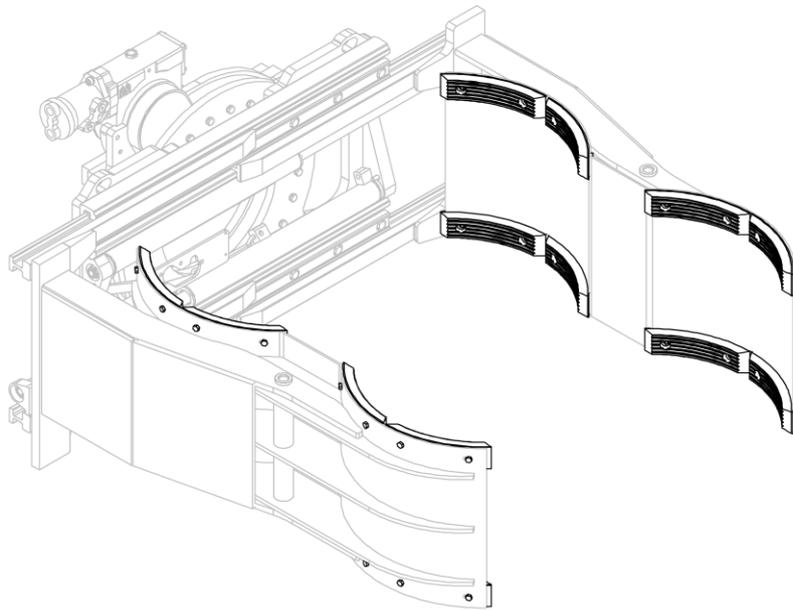
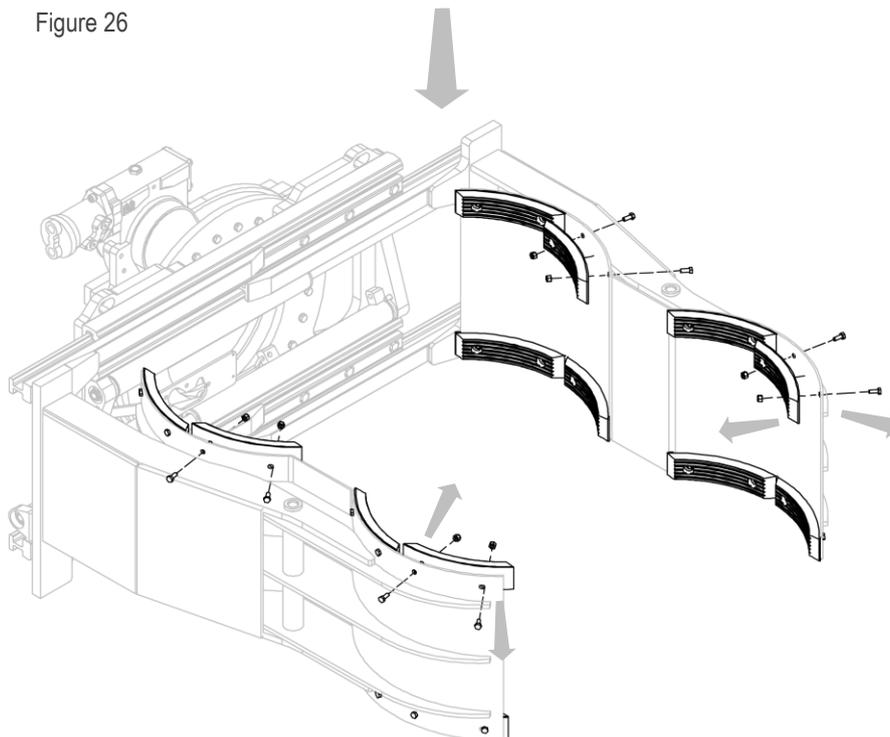

Figure 26
Figure 27
3. Retirer les plaques en caoutchouc après avoir retiré les vis et les écrous correspondants (voir *Figure 26* et *Figure 27*).